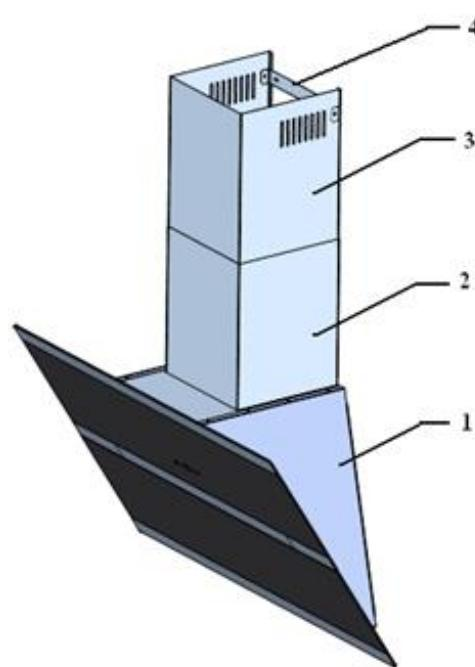

Рис. 1
КОМПЛЕКТУЮЩИЕ ДЛЯ СБОРКИ (рис. 1)
5. Сделайте отверстия в помеченных местах с помощью сверла, соответствующего диаметром прилагаемым дюбелям с шурупами (5) (рис. 1).
1. На прикрепленную к стене вытяжку установите декоративные короба (2) и (3) (рис. 1).
2. Выдвиньте верхний короб (3) (рис. 1) на нужную высоту.
3. Отметьте на стене расположение отверстий, находящихся в верхнем коробе (3), для точной установки монтажной ленты (4) (рис. 1).
4. На выбранной высоте приложите к стене ленту (4) (рис.1) и отметьте отверстия для монтажа.
5. Просверлите отверстия в стене, используя сверло, диаметр которого соответствует прилагаемым дюбелям (6) (рис.1). Установите монтажную ленту (4) (рис.1) на стене, на отмеченной высоте.